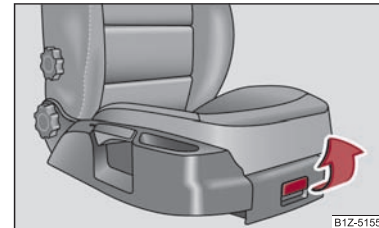

Abb. 96 Beifahrersitz: Ablagefach
- Zum Öffnen der Klappe Verschluss anklicken und Klappe aufziehen ⇒ Abb. 96.